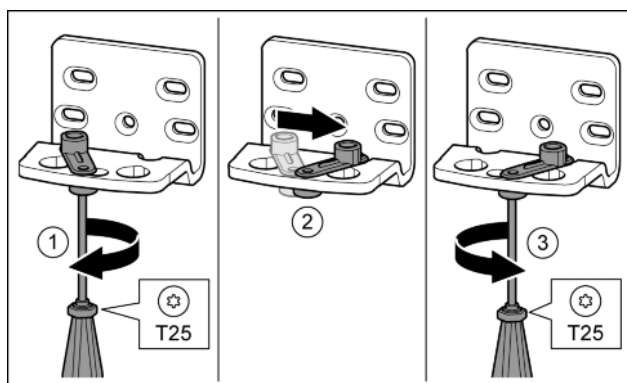

Fig. 12
- ▶ svitare leggermente la vite con il cacciavite T25. Fig. 12 (1)
- ▶ Sollevare l'ausilio di chiusura porta e ruotarlo di 90° verso destra nel foro. Fig. 12 (2)
- ▶ Serrare la vite con il cacciavite T25. Fig. 12 (3)